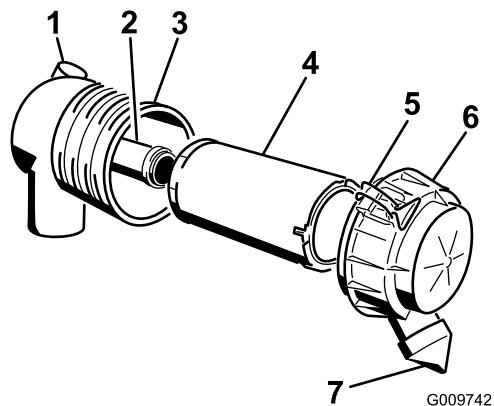

Figura 30
Importante: Effettuate la manutenzione del filtro dell'aria quando la spia diventa rossa (Figura 30). Sostituendo il filtro dell'aria prima del necessario aumenta il rischio che la mordacia entri nel motore quando si toglie il filtro.
4. Rilasciare i dispositivi di fermo del filtro dell'aria e togliere il coperchio dal corpo del filtro (Figura 30).
1. Estraete con cautela il filtro primario dal corpo del filtro dell'aria (Figura 30). Non urtate il filtro contro il corpo.
4. Se sostituite il filtro di sicurezza, fate scorrere delicatamente il nuovo filtro nel corpo del filtro (Figura 30).
5. Montate con cautela il filtro primario sul filtro di sicurezza (Figura 30). Verificare che sia inserito a fondo, premendo sul bordo esterno del filtro mentre lo si inserisce.
6. Montate il coperchio del filtro dell'aria con il lato contrassegnato UP (alto) rivolto in alto, quindi fissate i dispositivi di fermo (Figura 30).